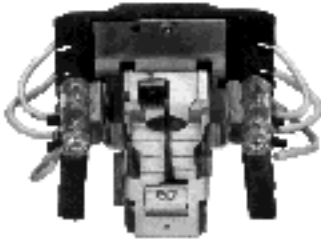

Figura 4
NOTA: Los mecanismos DPDT tienen interruptores "a la izquierda" y "a la derecha", consulte la Figura 4 tal como se ve mirando al bloque de terminales del mecanismo. Siga todos los pasos de la sustitución y ajuste de un interruptor descritos antes. Vuelva a conectar la alimentación de corriente y compruebe la actuación del interruptor variando el nivel de líquido en el recipiente o "soplado hacia abajo" la cámara de flotación.
5. Los mecanismos interruptores DPDT tienen dos interruptores de mercurio transportados por el imán pivotante, consulte la Figura 4. Siga todos los pasos del 1 al 4.